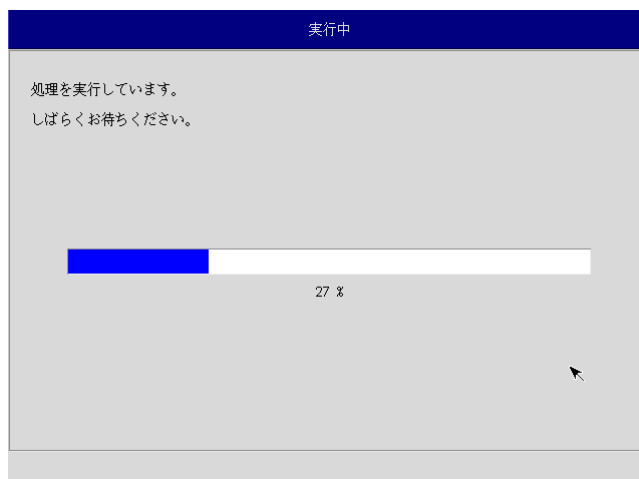

図 5-3-7. 実行中画面
- ⑩ 実行中画面（図 5-3-7）が表示され、処理が開始されます。実行中はリカバリ USB メモリ、バックアップ USB を外さないでください。また、電源を落とさないようにしてください。